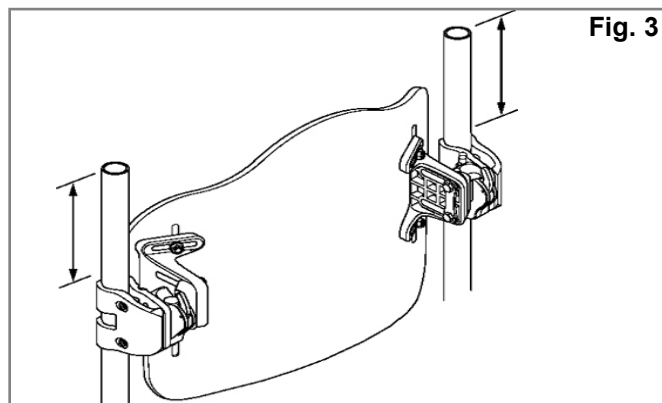
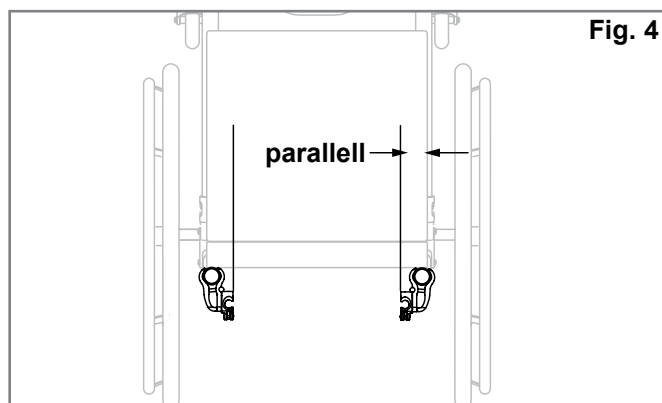

Fig. 3
Fig. 4
Montering av festebrakettene (Fig. 3, 4, 5)
2. Avgjør (visuelt) i hvilken høyde du ønsker å montere festebrakettene på rullestolens ryggør. Festene skal monteres like høyt på hvert ryggør (Fig. 3) og parallell med seterammen (Fig. 4). Det er generelt bedre å montere festene høyere opp på ryggørene, fordi det er enklere å justere høyden ved å skyve ryggen nedover.